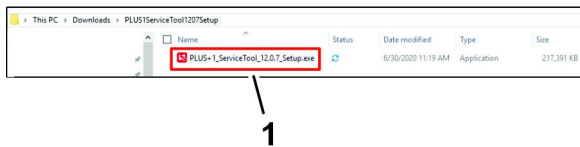

Bild 21
3. Doppelklicken Sie im Verzeichnis PLUS1SERVICETOOL1207SETUP auf die Datei PLUS+1_ServiceTool_12.7_Setup.exe (Bild 21).